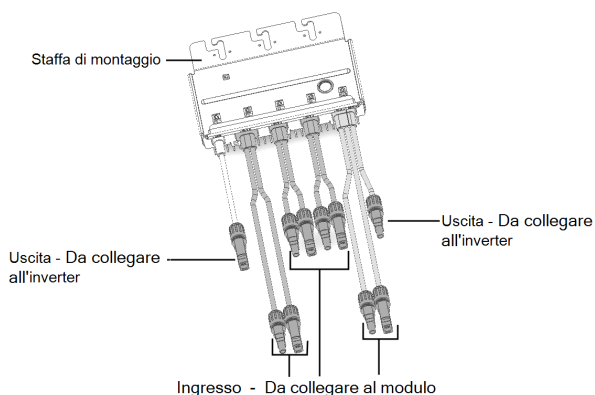

Figura 3: Connettori dell'ottimizzatore di potenza
1. Determinare la posizione di montaggio dell'ottimizzatore di potenza e utilizzare la relativa staffa di montaggio per fissare l'ottimizzatore di potenza alla struttura di supporto (vedere *Figura 3*). Utilizzare almeno due fori della staffa.